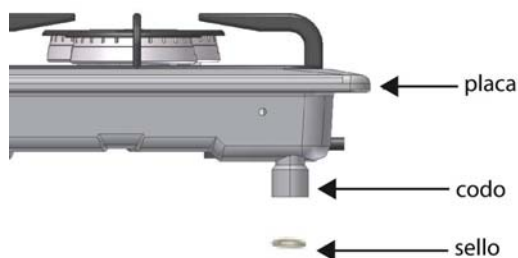

Fig. 8
- La placa está diseñada para funcionar con el gas y la presión indicados en la placa de datos de servicio. La placa está equipada con un codo y un sello (fig. 8).